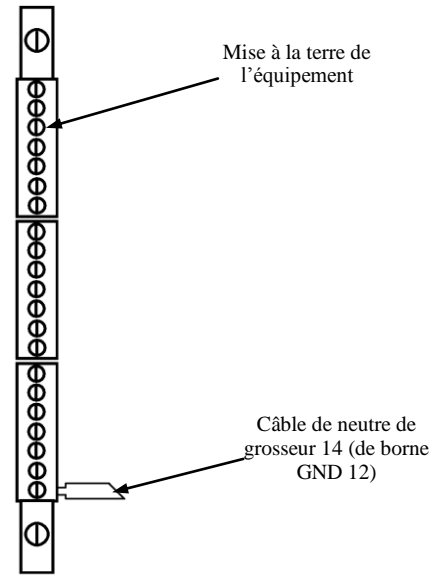

Figure 4. Fixation du câble de calibre 12 à l'équipement de mise à la terre.
5. Fixer le câble au neutre et à la mise à la terre. Couper et dénuder l'extrémité libre du câble de mise à la terre et fixer à la mise à la terre de l'équipement, comme montré à la Figure 4. Choisir le trou de cosse le plus rapproché du